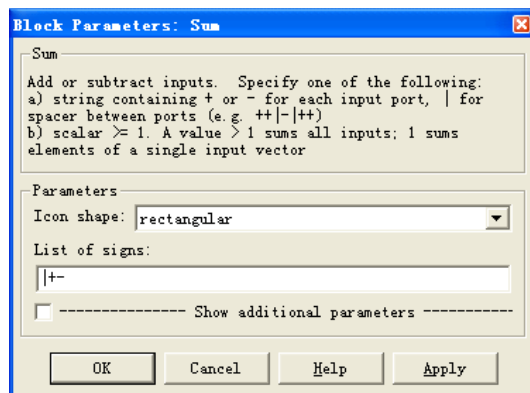

图 7.26 Sum 参数设置
(1) 在“Sources”模块库选择“Step”模块，在“Continuous”模块库选择“Transfer Fcn”模块，在“Math Operations”模块库选择“Sum”模块，在“Sinks”模块库选择“Scope”。
(2) 连接各模块，从信号线引出分支点，构成闭环系统。
(3) 设置模块参数，打开“Sum”模块参数设置对话框，如图 7.26 所示。将“Icon shape”设置为“rectangular”，将“List of signs”设置为“|+-”，其中“|”表示上面的入口为空。